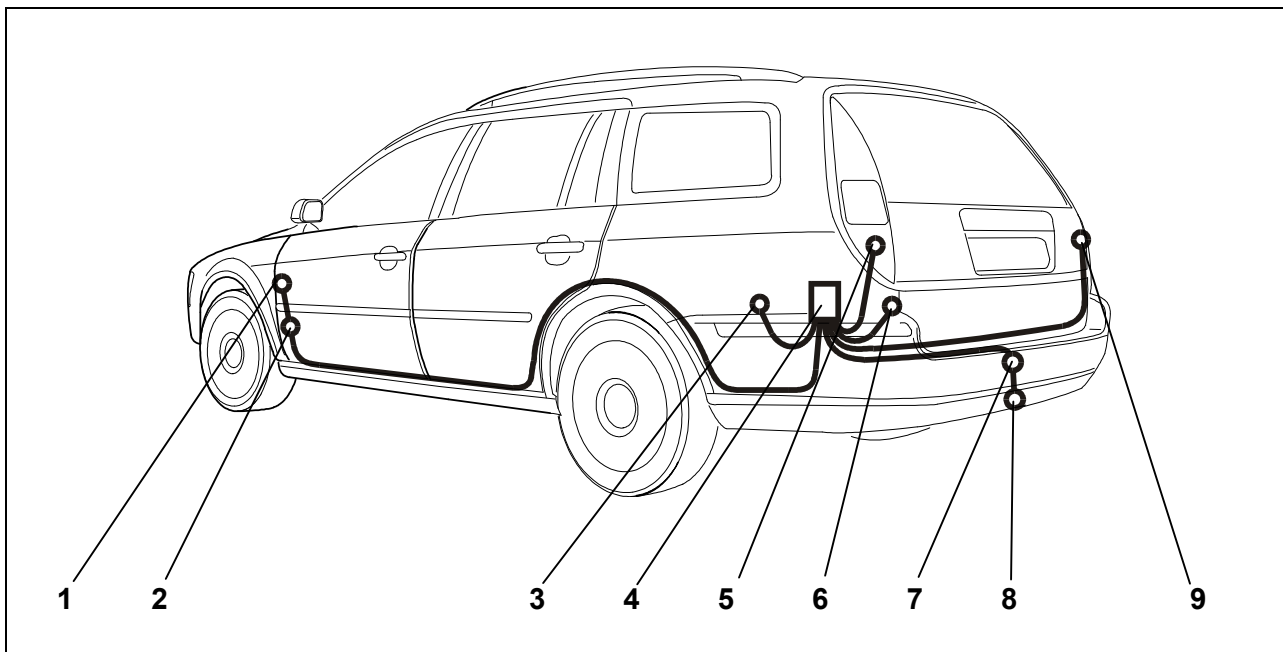
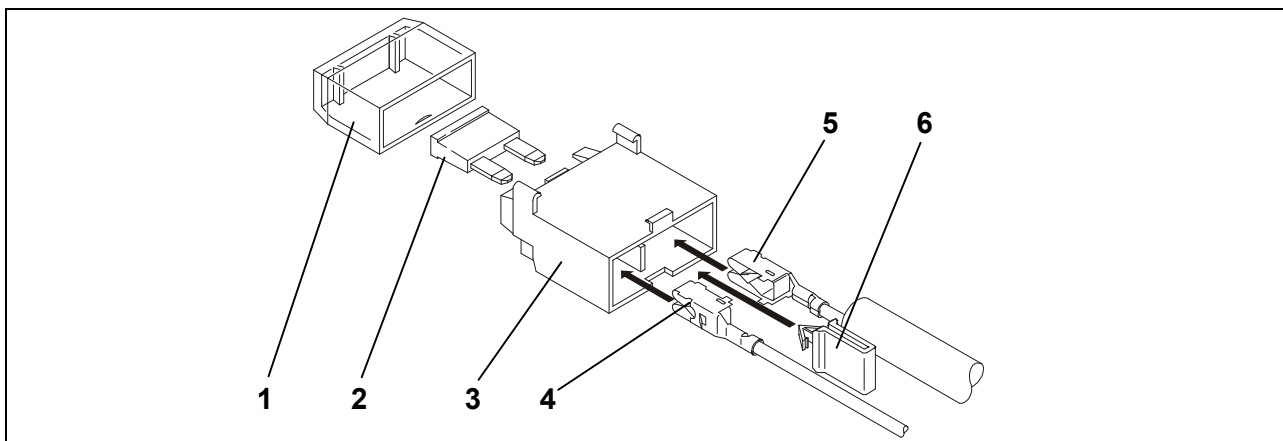

Fig. 1: Montageoverzicht
Fig. 2: Montage zekeringhouder
4. Boor op een geschikte plaats een gat Ø 19 voor de kabeldoorvoer (fig. 1/7):
6. Het uiteinde van de kabel door de doorvoer aan de kant van het voertuig leggen (fig. 1/7), uitgaand van de kofferbak naar buiten naar de stopcontact-bevestigingsplaat (fig. 1/8).
7. De rubberbus in de kabeldoorvoer (fig. 1/7) plaatsen.
9. De kabelbundel overeenkomstig het *aansluitschema stopcontact* op het huis van de stopcontact (fig. 1/8) aansluiten en de rubberen pakking tegen het stopcontact aanschuiven.
10. Het stopcontact vastschroeven met de bijliggende schroeven en moeren op de montageplaat (fig. 1/8).
12. De insteekverbinding van de grijs/zwarte leiding naar de linker achterlamp (fig. 1/5) leggen.
14. De insteekverbinding van de grijs/rode leiding naar de rechter achterlamp (fig. 1/9) leggen.
17. De aanhangermodule (fig. 1/4) in de linker hoek van de kofferbak m.b.v. een klittenband bevestigen.
18. De bruine kabels met het ringoog op het massapunt van het voertuig (fig. 1/6) aansluiten.
19. De rode enkelvoudige leiding van de 12-polige stekker aan de linker kant van het voertuig langs de accu (fig. 1/1) leggen. Eventueel is ook een aansluiting mogelijk op de aansluiting van de relaishouder.
20. De vlakke insteekbus van de rode kabel (fig. 2/5) uit de kabelbundel en de bijliggende rode enkelvoudige leiding (fig. 2/4) in de zekeringhouder (fig. 1/2) inklikken.
21. De gele clip (fig. 2/6) plaatsen.
23. Zekering (fig. 2/2) plaatsen en afscherming (fig. 2/1) opsteken.
24. De bruin/witte leiding van de stekker van de aanhangermodule (fig. 1/3) naar het regelapparaat van de EPH (fig. 1/1) leggen en aansluiten.